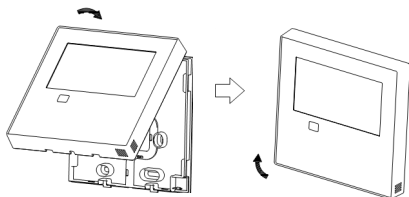

Fig. 3-9
- Depois de montar o invólucro superior e fechar o invólucro superior, evite prender a cablagem durante a instalação. (Fig. 3-9)